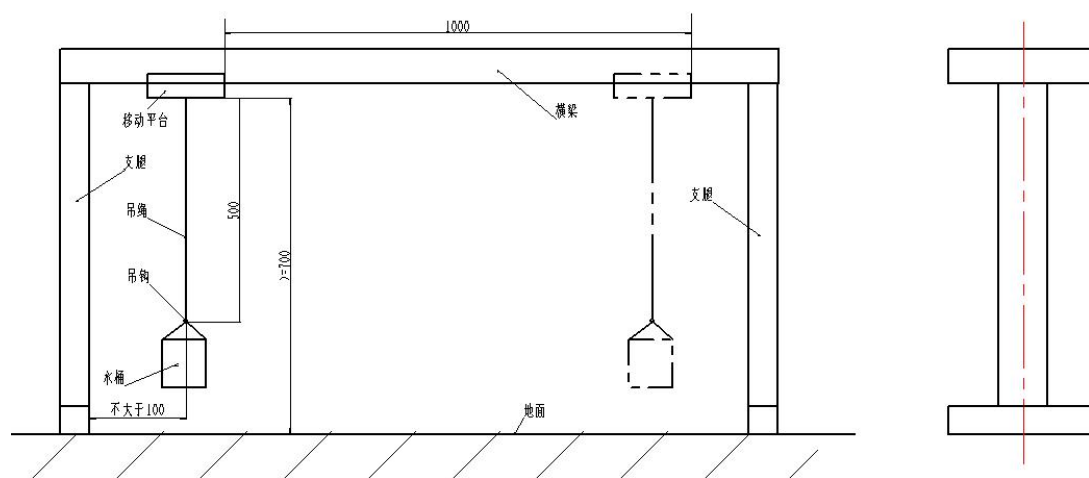

图5 平稳输送赛竞赛装置示意图
- 1、输送赛装置如图 5 所示，横梁上的移动平台的有效行程不少于 1000mm，